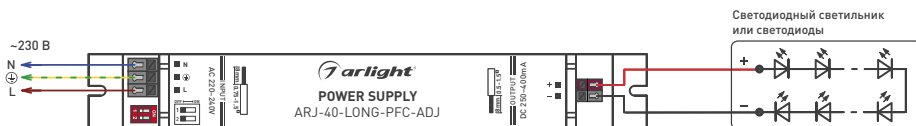

Рисунок 1. Подключение источника тока.
- 3.4. Подключите нагрузку к клеммам OUTPUT строго соблюдая полярность (рисунок 1).
- 3.5. Подключите обесточенные провода электросети к клеммам INPUT в соответствии с маркировкой на корпусе (рисунок 1).